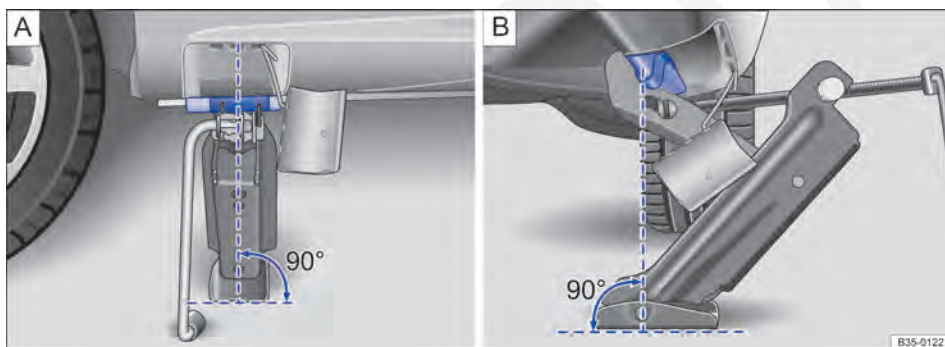

Fig. 240 Macaco posicionado no lado esquerdo traseiro do veículo.
9. Garantir que a base do macaco, com toda sua superfície, esteja sobre o chão e que a base se encontre perpendicularmente abaixo do ponto de colocação ⇒ Fig. 240.
10. Alinhar o macaco e, simultaneamente, levantar a garra do macaco até ela se encaixar na travessa debaixo do veículo ⇒ Fig. 240.
- Posicionar o macaco somente nos pontos indicados. A garra do macaco deve se encaixar no perfil da longarina de forma segura ⇒ Fig. 240.